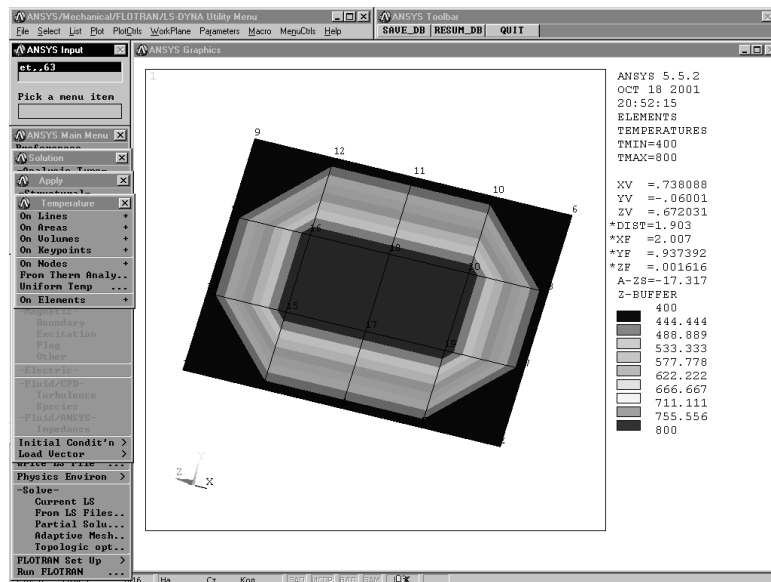

Рис. 11.5. Распределение температур вдоль пластины
11. Отобразить распределение температур в графическом виде (см. рис. 11.5). UM → PlotCtrls → Symbols → Body Load Symbols → Structural temps. Сохранить.